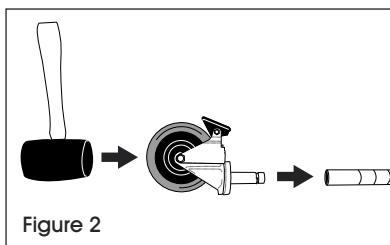

Figure 2
1. Veillez à positionner le montant comme illustré. (Voir Figure 2)
2. Actionnez les freins pour empêcher les roulettes de tourner lors de l'assemblage. Tapotez sur la tige des roulettes avec un maillet en caoutchouc pour l'insérer dans les montants. (Voir Figure 2)